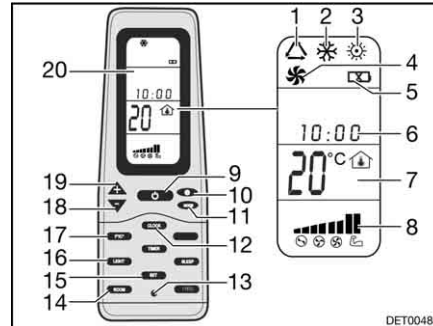

Fig. 176 Télécommande
- Appuyer sur la touche ON/OFF (Fig. 176,9).
- Appuyer sur la touche "Mode" (Fig. 176,11) autant de fois que nécessaire pour que le mode de fonctionnement souhaité (Fig. 176,1, 2, 3 ou 4) s'affiche à l'écran (Fig. 176,20).
- Régler la température désirée à l'aide des touches "+" (Fig. 176,19) et "-" (Fig. 176,18).
- Sélectionner le niveau de ventilation souhaité à l'aide de la touche de vitesse du ventilateur (Fig. 176,10).